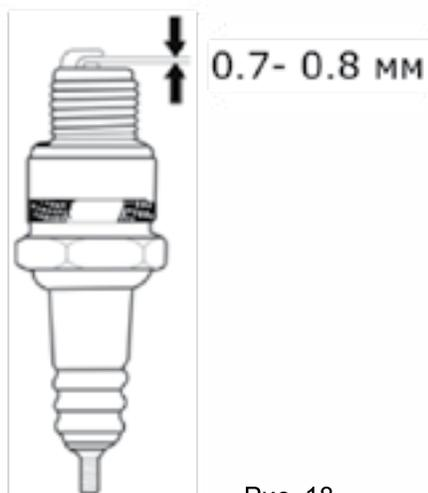

Рис. 18
5. Проверьте зазор между электродами свечи зажигания. Он должен составлять 0.7-0.8мм (рис. 18). При необходимости отрегулируйте зазор.